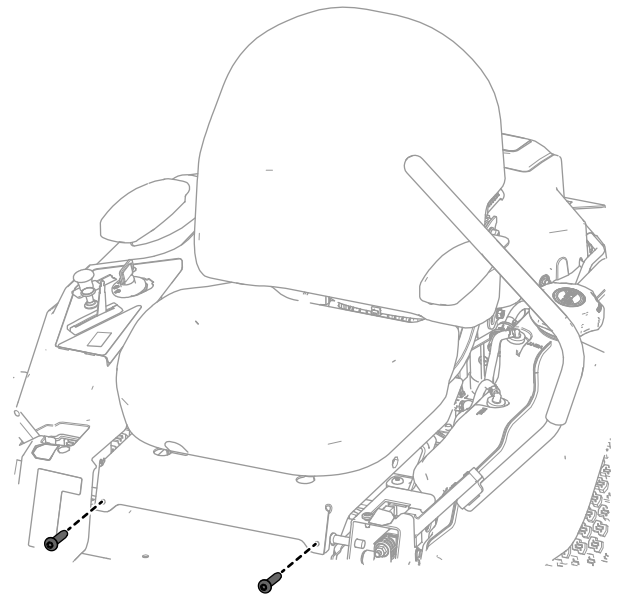

Figura 5
1. Sujete la base del asiento a la barra de pivote con los 2 pernos que retiró anteriormente (Figura 5).